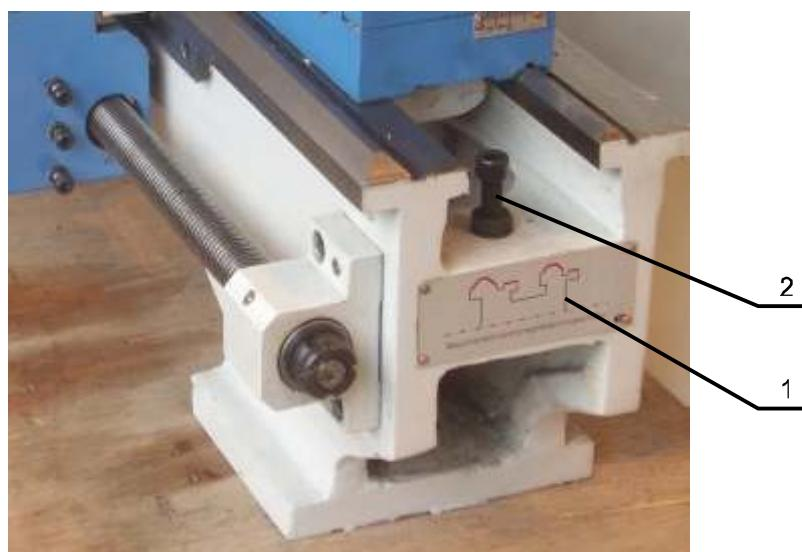

Рисунок 3
Станина станка 1 (рисунок 3) изготовлена из высокосортного чугуна. Конструкция станины, усиленная поперечными ребрами жесткости, обеспечивает низкую вибрацию и хорошую жесткость. Две продольные V-образные направляющие и две плоские направляющие станины термически обработаны и выполнены с высокой точностью. Это обеспечивает хорошее базирование для перемещения суппорта и соосность задней бабки со шпинделем. Станина является основным элементом для размещения на ней всех остальных узлов станка.
Установите ограничительный винт 2 (рисунок 3), чтобы предотвратить выпадение задней бабки со станины.
8.6 Смазку подшипника правой опоры ходового винта производите ежедневно через смазочное отверстие 6 (рисунок 3) жидкой смазкой.